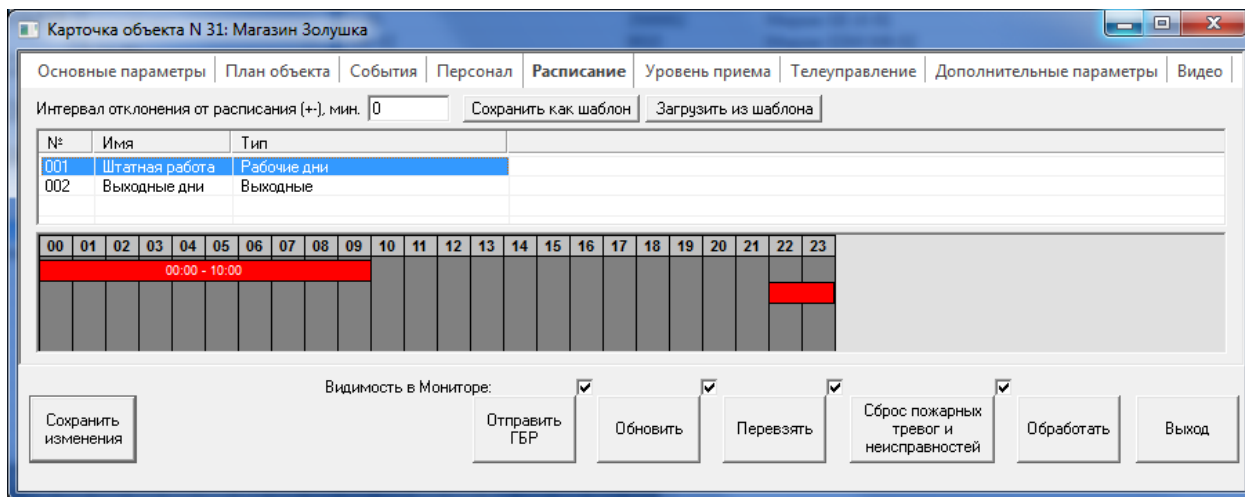

Рис. 16.10. Переход к установке временных интервалов охраны
- 4) Нажмите кнопку *ОК*. В результате на вкладке *Расписание* появится строка *созданного* расписания (Рис. 16.10).